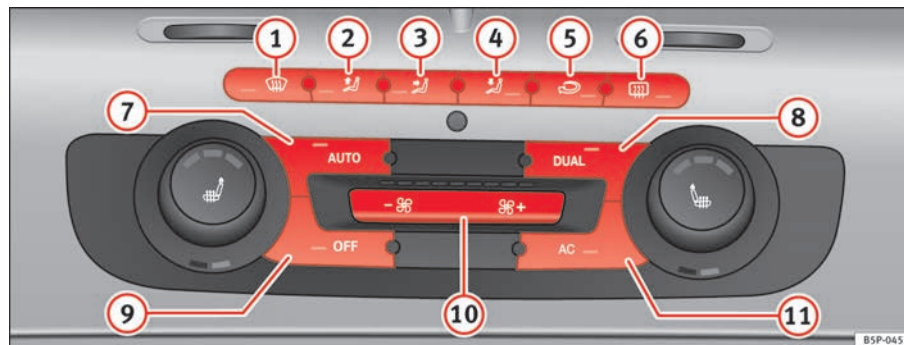

Fig. 132 Mandos del 2C-Climatronic en el tablero de instrumentos.
- Para activar el modo manual pulse una de las teclas ⇒ página 167, fig. 132 (1) al (5), o pulse las teclas de la turbina (10). La función seleccionada aparecerá en el display de la radio o del navegador.
- Pulse la tecla  ⇒ **página 167, fig. 132 ②** para conectar o desconectar la recirculación de aire. Está conectada si en el display aparece el símbolo .